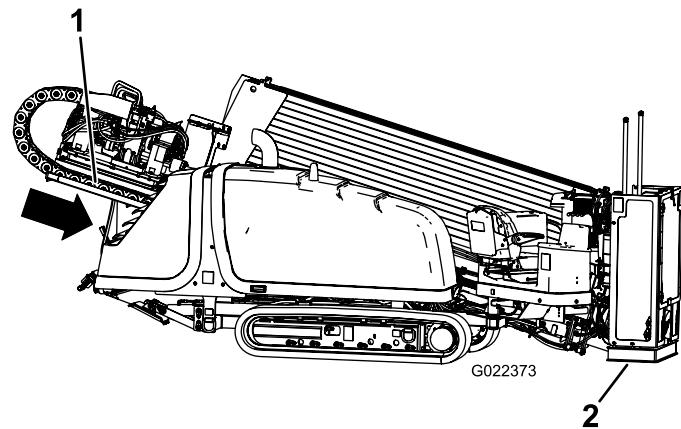

Figura 44
4. Baje el bastidor de empuje, inclinando el bastidor de perforación hasta que la chapa toque el suelo (Figura 44).